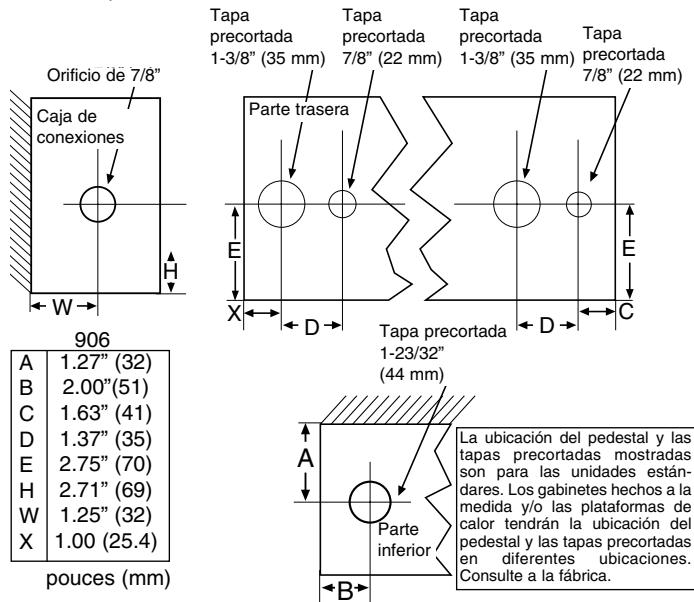

Fig. 3
- Tienda un circuito de derivación de voltaje y tamaño de alambre apropiados hasta el sitio de la caja de conexiones izquierda o derecha según se indica en el diagrama de cableado del calefactor. Los calefactores básicos están precableados y pueden conectarse al circuito de derivación en cualquier extremo. Los calefactores con controles están precableados para conexión con el circuito de derivación en un (1) extremo únicamente (consulte el diagrama de cableado del calefactor). Sin embargo, el calefactor puede cablearse desde el extremo opuesto tendiendo los alambres a través del conducto superficial interno del calefactor. Vea la Fig. 3 para conocer las ubicaciones de las tapas precortadas removibles.
3. Remueva las tapas precortadas removibles apropiadas de cualquier caja de conexiones. Vea la Fig. 3 para conocer la ubicación de las tapas precortadas removibles. Si el calefactor se montará en pedestal, consulte las instrucciones de instalación del pedestal.
2. Consulte el diagrama de cableado para ver la entrada del alambre(s) de alimentación de energía y remueva la tapa precortada removible apropiada (Fig. 3) del calefactor en que deben realizarse las conexiones de alimentación de energía. El alambre(s) de alimentación de energía puede introducirse en el extremo de un (1) calefactor y los calefactores restantes pueden conectarse en paralelo utilizando el conducto superficial interno de alambres. Utilice la Tabla B para dimensionar los alambres instalables en campo en el conducto superficial interno o utilice la Tabla A para determinar la longitud máxima o el tramo de calefactor accesible utilizando el alambre instalado en fábrica en el conducto superficial interno del calefactor.